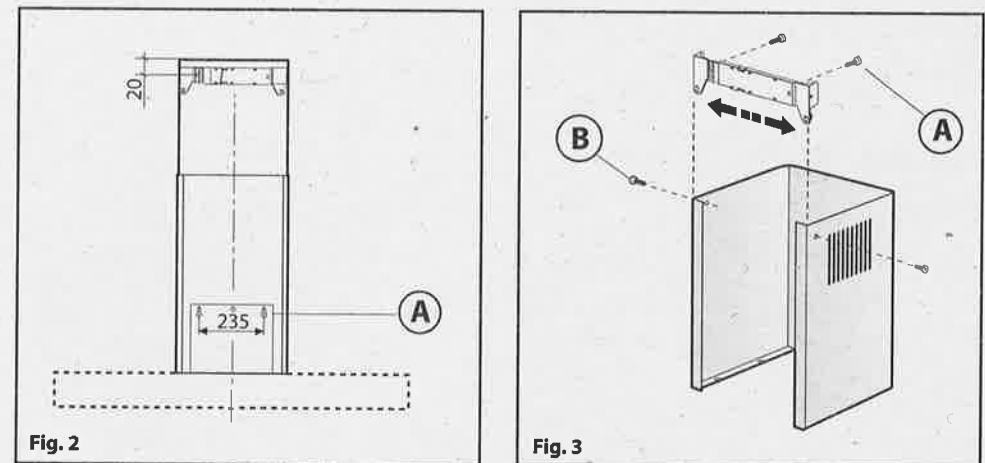
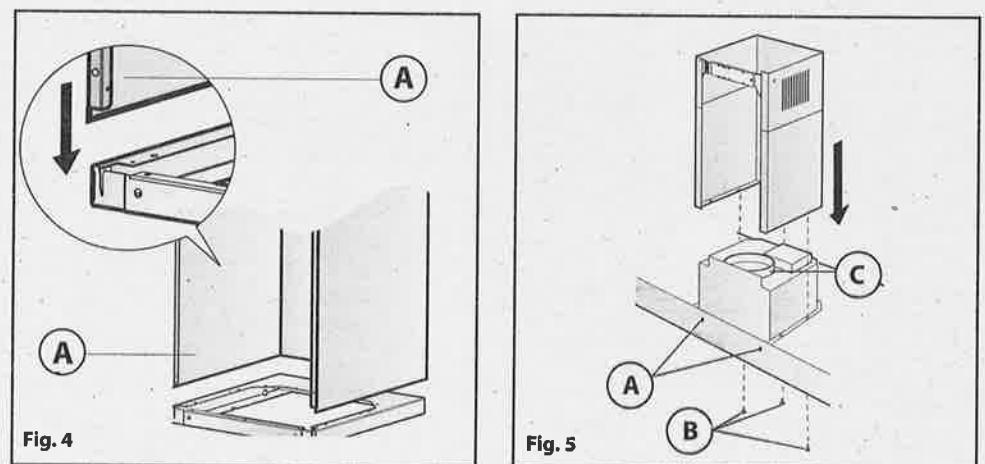
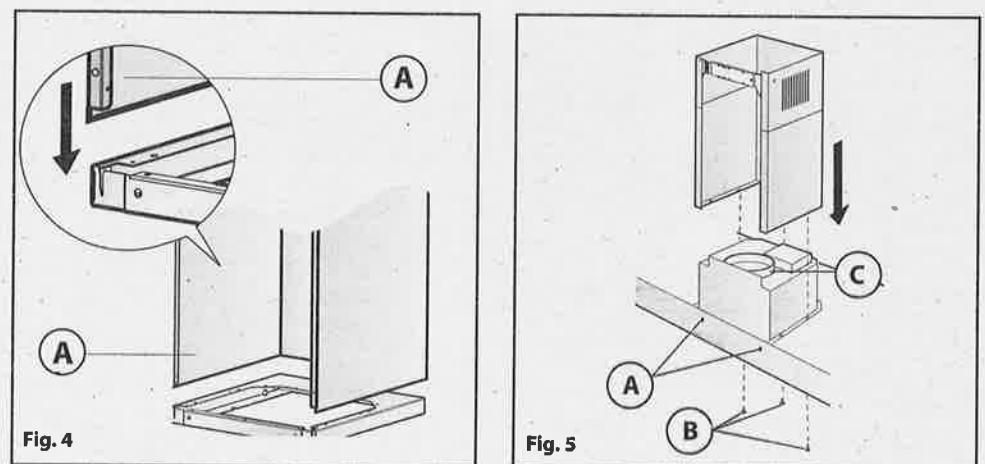

Fig. 2
Fig. 3
Fig. 5
- Eseguire i fori A rispettando le quote indicate (**Fig.2**).
- A regolazione avvenuta fissare la cappa definitivamente tramite le 2 viti A (**Fig.5**).
- Regolare la larghezza della staffa di supporto del raccordo superiore (**Fig.3**).
- Successivamente fissarla al soffitto in modo che sia in asse con la vostra cappa tramite le viti A (**Fig.3**) e rispettando la distanza dal soffitto indicata in **Fig.2**.
- Collegare, mediante un tubo di raccordo, la flangia C al foro evacuazione aria (**Fig.5**).
- Fissare il raccordo inferiore alla cappa utilizzando le viti B in dotazione (**Fig.5**), sfilar il raccordo superiore fino alla staffa e fissarlo tramite le viti B (**Fig.3**).